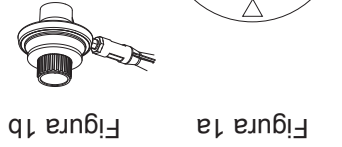

Figura 1b
- Lubrique la rosca de la válvula del regulador con vaselina de petróleo, introduzca el tanque de gas en la válvula del regulador y apriete con la mano la conexión firmemente (Figura 1b).